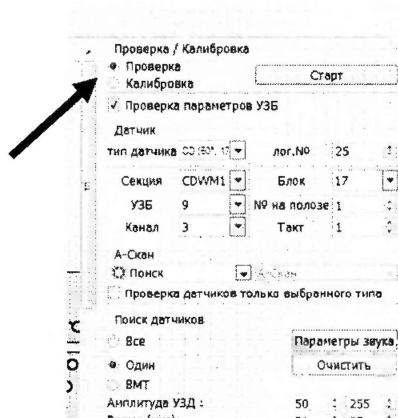

Рисунок 17 – Режим «Проверка»
8.4.2.14 Установить режим «Проверка» и включить питание ультразвуковых блоков, нажав на кнопку «Старт» (Рисунок 17). Галочку возле параметра «Проверка параметров УЗБ» должна быть выставлена при первом запуске, при повторных перезапусках можно снимать.